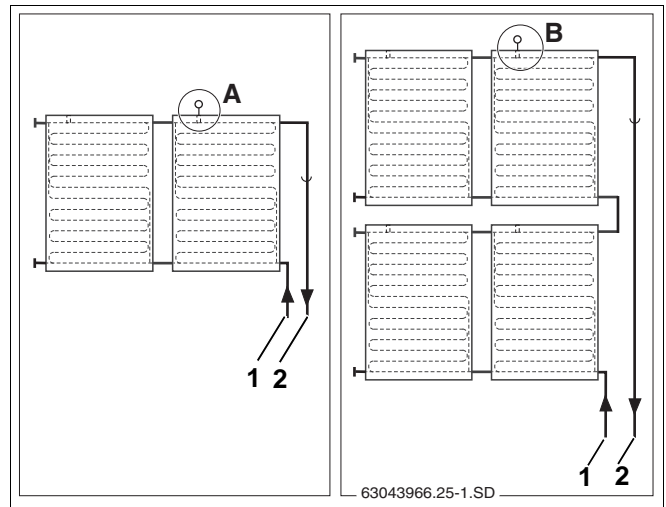

Fig. 31 Monteringssted solfangerføler (skematisk visning)
Bemærk monteringsstedet ved solfangersystemer i en eller to rækker (fig. 31).
Solfangerføleren skal monteres i solfangeren med den tilsluttede fremløbsledning (fig. 31, **pos. 2**).
- Monteringssted (fig. 31, **pos. A**) ved solfangersystem i én række.
- Monteringssted (fig. 31, **pos. B**) ved solfangersystem i to rækker.